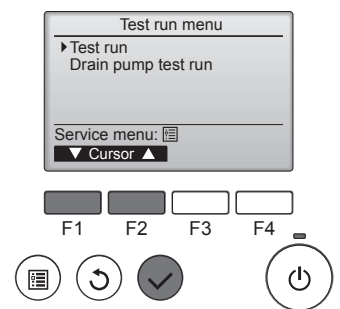

Fig. 7-2
- ② เลือก "Test run" จากเมนูทดลองเดินเครื่อง และกดปุ่ม [SELECT] (Fig. 7-2)
- ③ การทำงานทดลองเดินเครื่องจะเริ่มต้น และหน้าจอการทำงานทดลองเดินเครื่องจะแสดงขึ้น